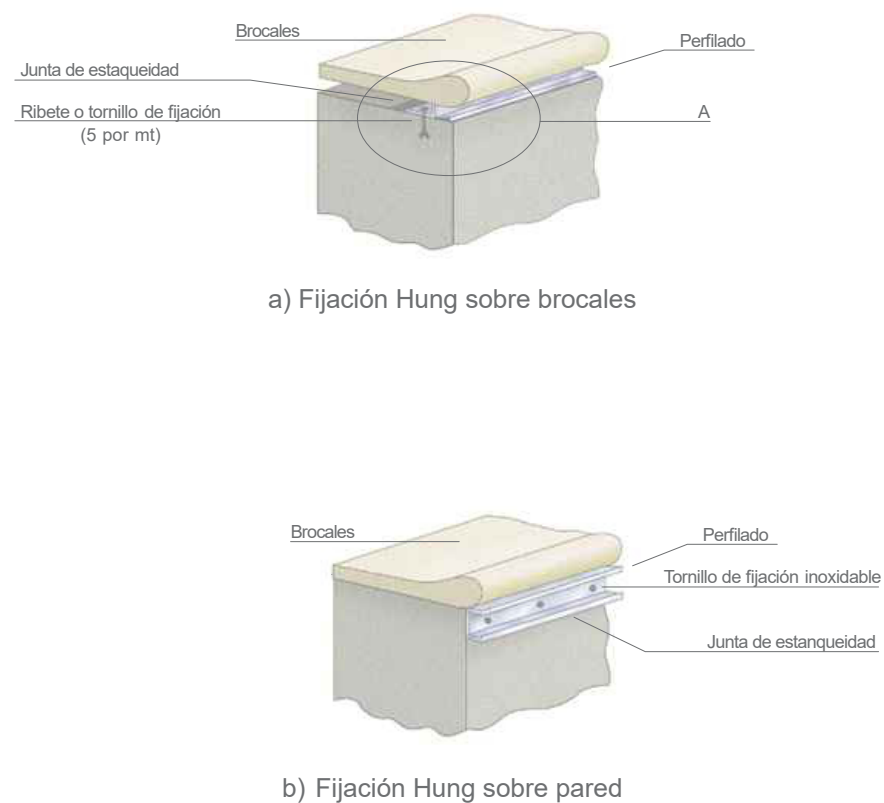

Figura 2: Principios de fijación tipo "Hung"
- perfiles de fijación (según croquis figura 2);